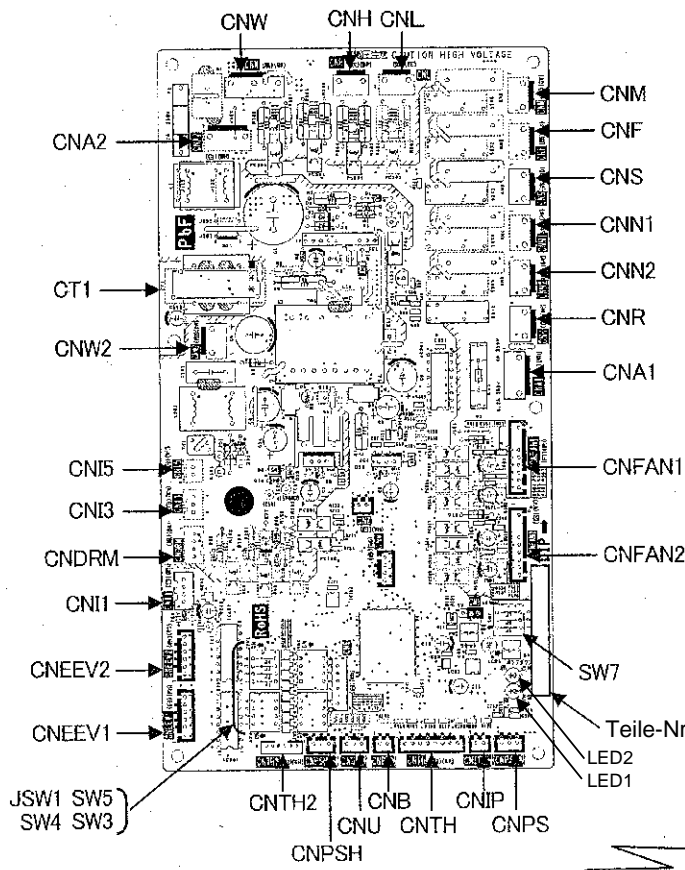

Abb. 1 Anordnung der Teile
3. Die Anschlüsse von der Steuerplatine trennen. (Siehe Abb. 1.)